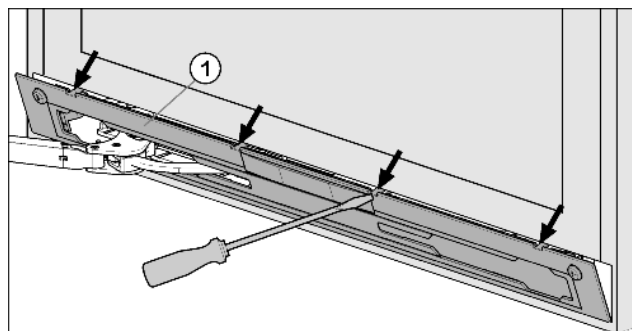

Fig. 4
- Krytku Fig. 4 (1) plochým šroubovákem uvolněte a sejměte.